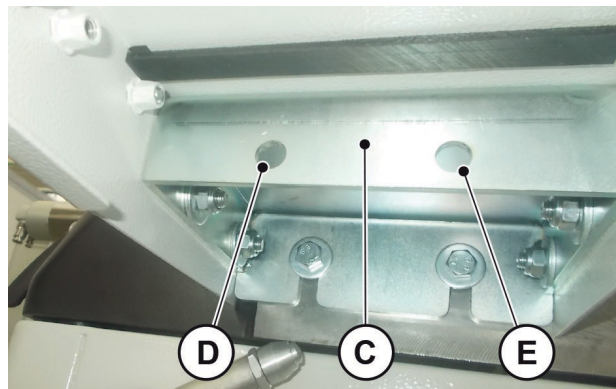

Fig. 05-06
- Agganciare e fissare la rulliera alla lamiera "C" (**Fig. 05-06**) con le viti di fissaggio posizionate in corrispondenza dei fori "D" e "E" (**Fig. 05-06**).